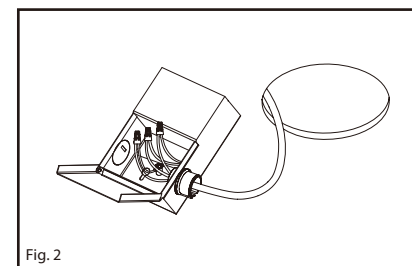

Fig. 2
2. Ouvrez le couvercle de la boîte de jonction. Poussez et retirez l'un des débouchures sur le panneau latéral de la boîte du conducteur. Installez le réducteur de tension du fil d'alimentation (non fourni). (Fig. 2)
3. Amener l'alimentation électrique dans la boîte de dérivation à travers la débouchure du reducteur de tension. Utiliser les marettes pour jumeler le fil blanc du secteur avec le fil blanc de la boîte de jonction. Jumeler le fil noir du secteur avec le fil noir de la boîte de jonction. Jumeler le fil de cuivre du secteur avec le fil vert de la boîte de jonction. (Fig. 2)
4. Remettez tous les fils et connexions dans le Boîte de dérivation et fermez bien le couvercle. (Fig. 2)